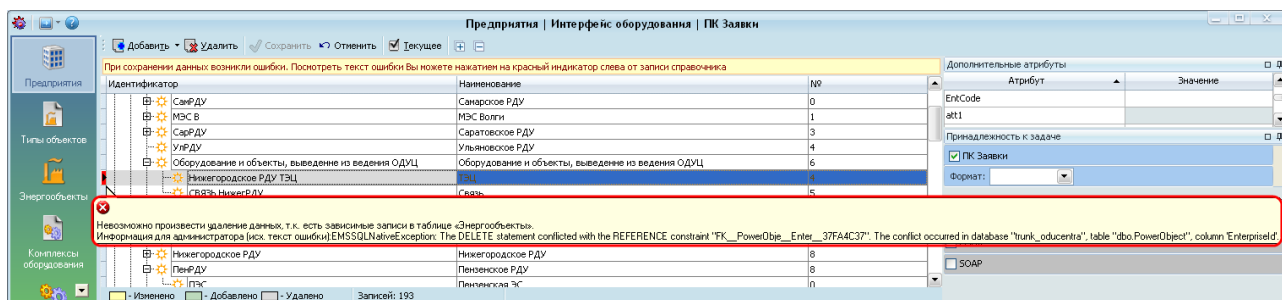

Рисунок 8.7 – Ошибка удаления предприятия
- Невозможно произвести удаление данных, т.к. есть зависимые записи в таблице «Энергообъекты»» в случае, если под предприятием находятся энергообъекты (Рисунок 8.7).